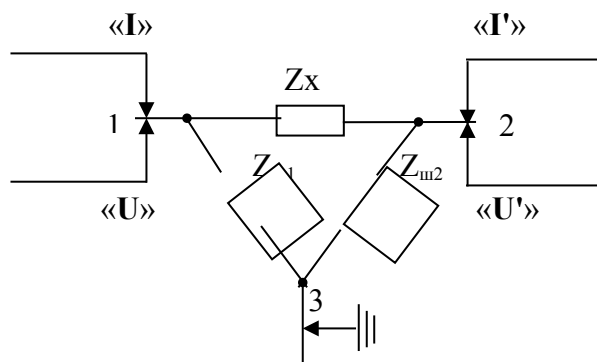

Рисунок 3.1 - Схема подключения трехзажимного объекта
3.2.5.1 Трехзажимный объект может быть представлен треугольником комплексных сопротивлений (рисунок 3.1).